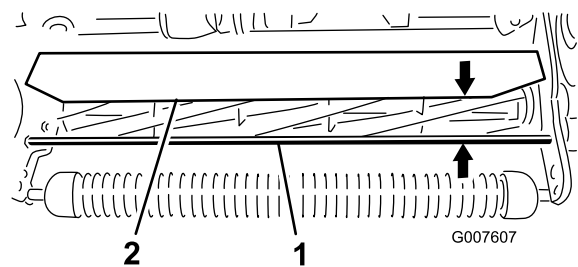

Figure 55
1. Mesurez la distance entre le haut de la tige de support avant et le rebord avant du déflecteur, à chaque extrémité du plateau de coupe (Figure 55).